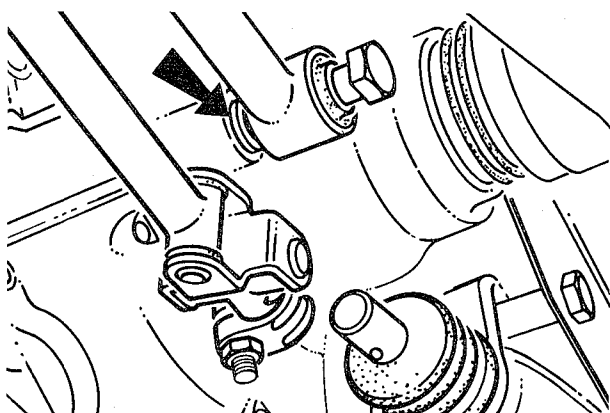

fig. 21
14. Remover o parafuso de fixação do estabilizador, entre a caixa de mudanças e o mecanismo seletor, e retirar o estabilizador e arruela. Prender o estabilizador e o tirante na carcaça da caixa da direção (fig. 21)
11. Posicionar o estabilizador da caixa de mudanças, com a respectiva arruela instalada entre o estabilizador e a carcaça da transmissão (fig. 21). Instalar e apertar o parafuso de fixação ao torque especificado